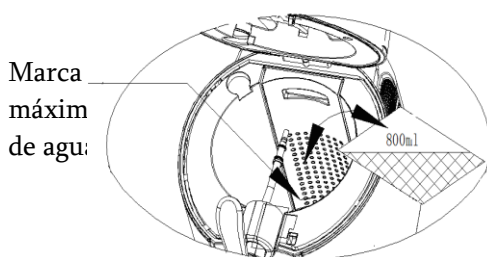

Figura 8
- Coloque 800 mL de agua en la cavidad de enfriamiento o vierta agua hasta la marca máxima (como se muestra en la Figura 8). (El aparato puede trabajar sin agua, pero no mostraría el mejor rendimiento)